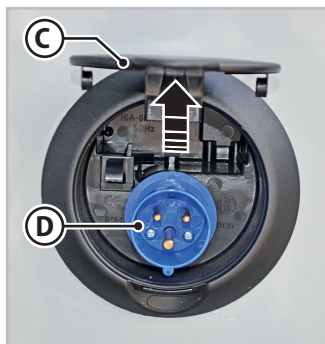

Fig.6.29 - 220 V stikkontakt
2. Åbn dækslet (**C** - Fig.6.29) på stikkontakten (**D** - Fig.6.29) på siden af køretøjet.
3. Forbind et eksternt kabel med passende tværsnit og af en godkendt type til stikkontakten (**D** - Fig.6.29).